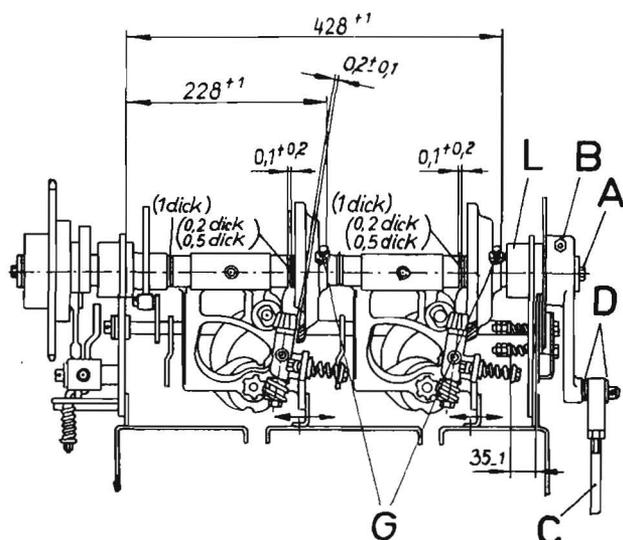

Bild 29
Bei Neuaufbau oder Reparatur der Bindeeinrichtung (z. B. Auswechseln von Knüpfapparaten oder Knüpferscheiben) sind nach (Bild 29) durch Beilegen von Paßscheiben jeweils links an den Knüpfbocknaben die Maße $228 + 1$ und $428 + 1$ einzuhalten.
Zu diesem Zweck sind vorher die Schraubverbindungen zwischen den Befestigungswinkeln der Knüpfapparate und der Kanaldecke sowie die Feststellschrauben (G) (Bild 29) an beiden Knüpferscheiben zu lösen. Ist das Gesamtspiel am linken Knüpfapparat (zwischen den Gleitflächen) größer als $0,5$ mm geworden, so ist nachzustellen. Vor dem Nachstellen ist die Klemmverbindung (B) zu lockern und mittels der Sechskantschraube (A) der Abstand am linken Knüpfapparat (zwischen den Gleitflächen) auf $0,2 \pm 0,1$ mm einzustellen. Anschließend sind alle vorher gelösten Schraubverbindungen wieder festzuziehen.
Die Paßfedern der Knüpferscheiben sind so einzulegen, daß die Feststellschrauben (G) auf die Abflochungen drücken (Bild 29).
Die Knüpfwellenbremse muß so eingestellt sein, daß bei voller Hubzahl die Kurbel der Knüpfwelle nach Vollendung der Umdrehung so stehen bleibt, daß sie mit der Nadelzugstange eine gestreckte Linie bildet (Bild 15). Das Montageeinstellmaß der Druckfedern, gemessen zwischen Unterlegscheibe und Bremsbacke, muß $35 - 1$ mm betragen (Bild 29).
Die Nadelschwingenbremse ist analog zur Knüpfwellenbremse einzustellen, dazu müssen die Druckfedern auf $35 - 1$ mm vorgespannt sein (Bild 29). Die Nadelschwingenbremse ist erforderlich, um die Drehbewegung der Bindeeinrichtung zu egalisieren.